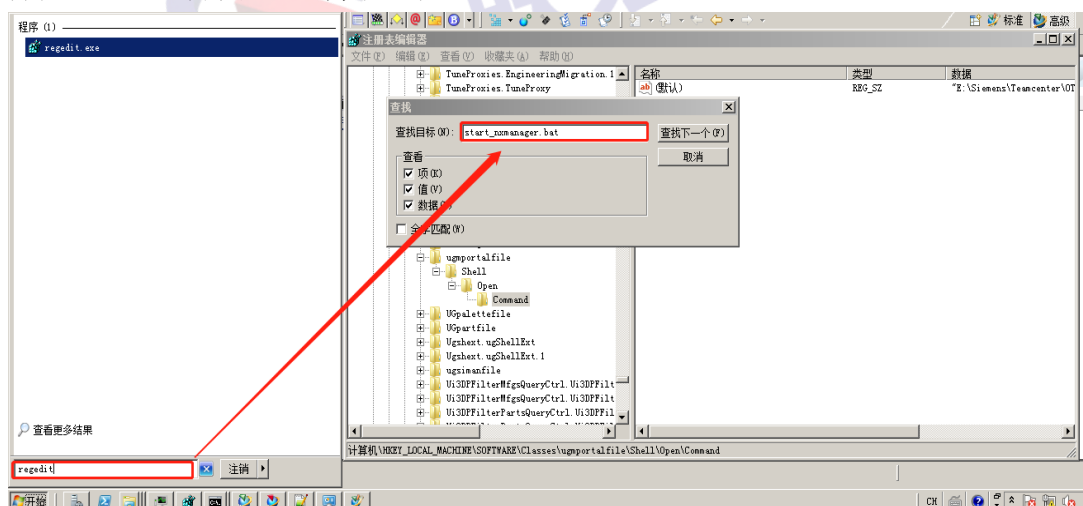
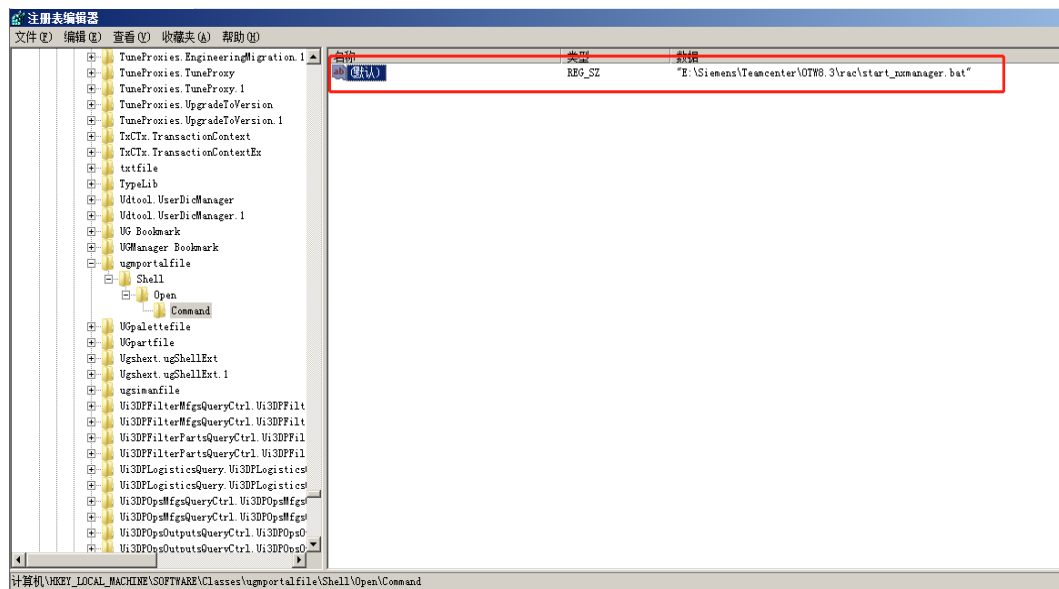

图 4
图 5
3. 在 4-tier TC 客户端打开 NX 集成环境时，需调用 4-tier TC 客户端安装路径 rac 文件夹下 start_nxmanager.bat 文件，因此打开注册表查看调用该文件的路径，搜索值：start_nxmanager.bat（如图 4），找到注册表中的在 ugportalfile 文件夹下的指定 start_nxmanager.bat 文件路径的条目并修改条目路径指向到旧版本 TC8.3（如图 5），然后再重新在 TC8.3 打开 NX 集成即可：